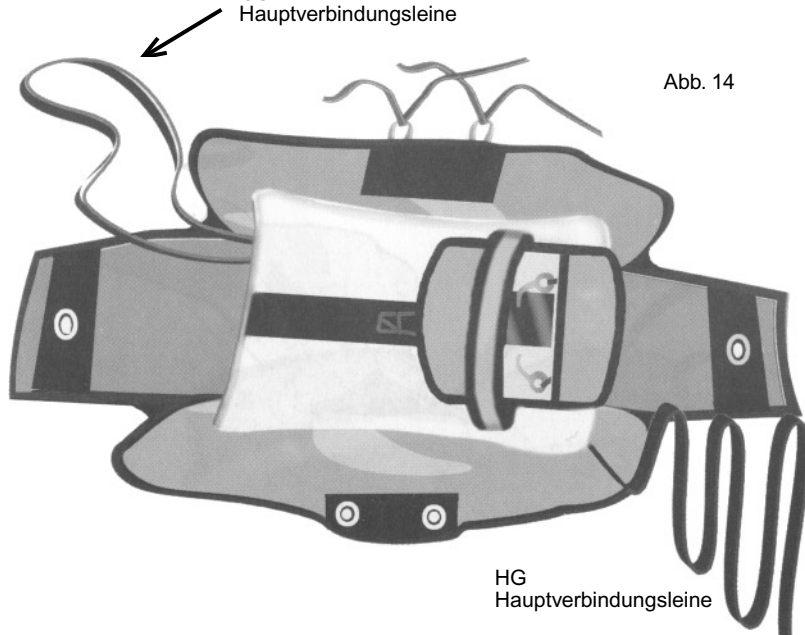

Abb. 14
10. Die Hauptverbindungsleine wird mittels des angenähten Flauschstreifens auf dem Klettstreifen, der sich auf dem Außencontainerboden befindet fixiert. Der Innencontainer wird anschließend gemäß Abb.14 auf den Außencontainerboden gelegt. Durch die Packschlaufen am Außencontainer wird je eine ca. 40cm. lange Packschnur geführt. Mit Hilfe dieser Schnüre wird der Außencontainer verschlossen und je Öse mit einem Verschlusssplint gesichert. (Abb. 14/15/16/17)
The bridle is fixed onto the outer container, using the velcro attached to the bridle and the velcro on the base of the outer container. The inner container is laid onto the outer container as shown in figure 14. Thread a piece of draw cord (approximately 40cm in length) through the release pin loop on the outer container. With the help of these draw cords close the outer container and secure each eyelet with a release pin. (Figures 14/15 / 16 / 17)